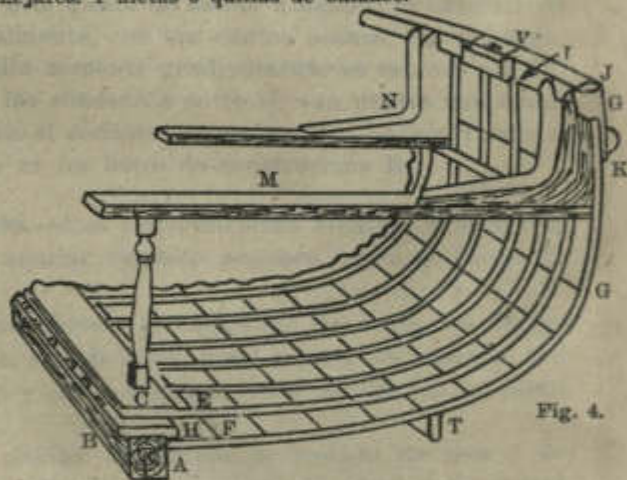

Fig. 4.
**Botes lisos.**—El forro interior es trabajado a  $45^\circ$  con la quilla y con sus extremos superiores hacia popa; el forro exterior es trabajado de proa a popa. Los extremos de las tablas del forro son planos; este sistema de construcción se adopta principalmente en botes de doble bancada, guigues, botes motorizados, chinchorros, etc. (Fig. 4).